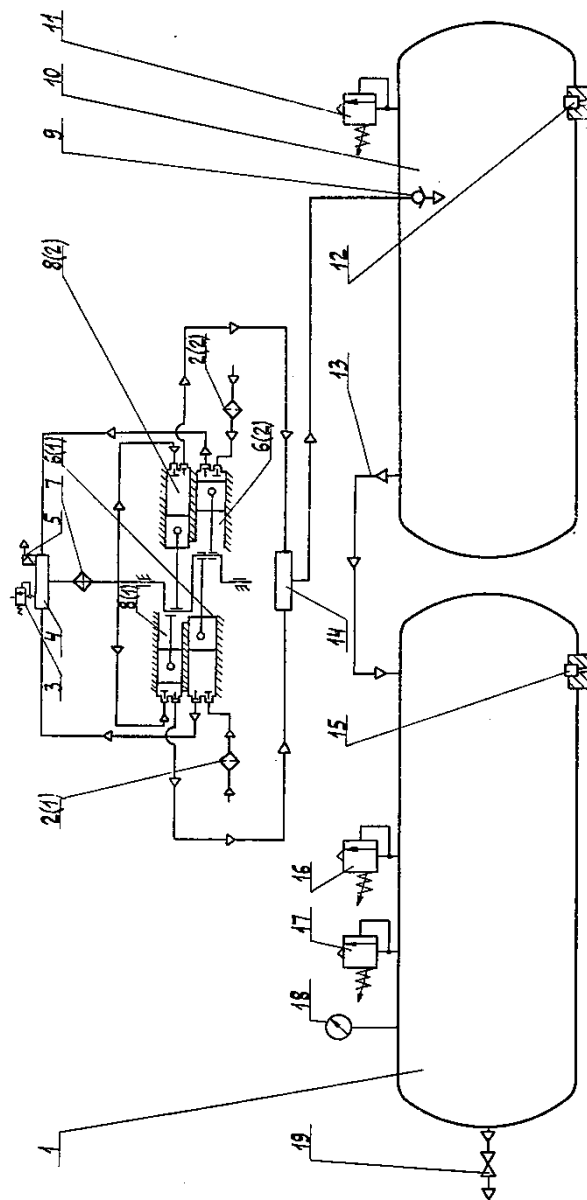

Рисунок 13. Схема пневматическая принципиальная установки.
4.2.1 При работе установки (рисунок 13) атмосферный воздух через фильтр 2 и всасывающие клапаны поступает в цилиндр низкого давления 6, где предварительно сжимается, и далее при открытии нагнетательных клапанов, через коллектор цилиндра низкого давления 4, поступает в холодильник 7.